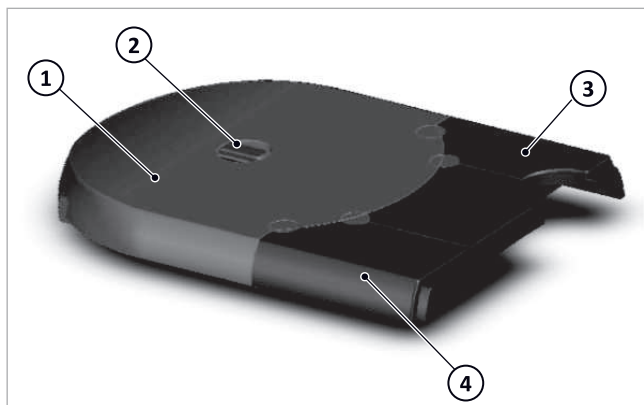
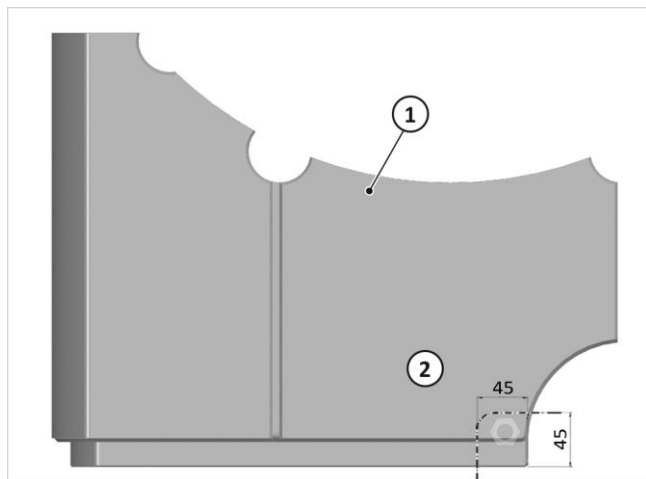

Fig. 124: Aislamiento superior de SolvisBen
Fig. 128: En caso necesario, corte y separe el paso de la tubería de gas
1. Retire hacia arriba el aislamiento superior de la estación de agua caliente sanitaria → fig. 124 (4) y de la estación de circuito de calefacción → fig. 124 (3).
2. Agarre el aislamiento del recipiente → fig. 124 (1) y con una cuchilla afilada separe con cuidado los cuatro tapones unidos por espuma de la estación de agua
4. Coloque el aislamiento del recipiente superior → fig. 124 (1) en el recipiente.
- en los laterales izquierdo y derecho (1)
- en la parte central posterior (2)
- en la parte central anterior (3)
6. Coloque el aislamiento superior de la estación de circuito de calefacción → *fig. 124 (3)*.
7. Al instalar el conducto de gas hacia arriba, corte y separe el aislamiento superior de la estación de agua caliente sanitaria (1, véase también → *fig. 124 [4]*) antes de colocarlo según → *fig. 128* (o la plantilla adjunta).
1. Coloque todo el aislamiento superior montado → *fig. 124 (1+2+3+4)* en el recipiente.